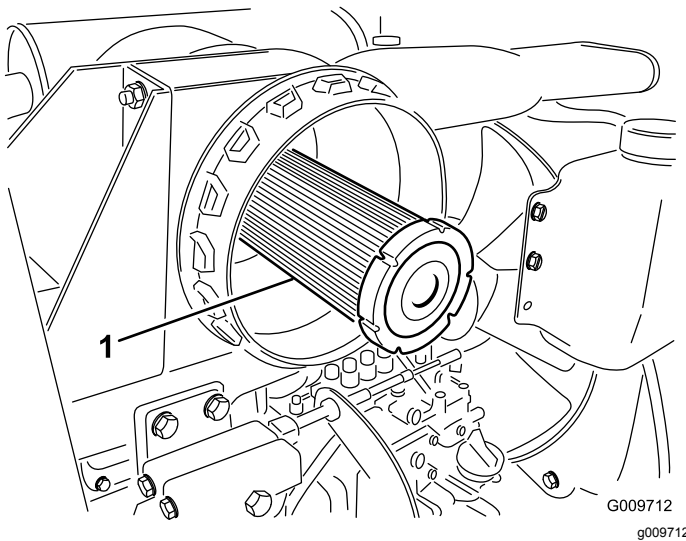

Figure 32
**Important:** N'essayez jamais de nettoyer l'élément de sécurité (Figure 32). Remplacez-le une fois sur trois, quand vous effectuez l'entretien du préfiltre.